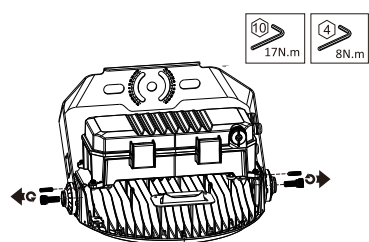

Fig. 28
1. Retirez les boulons du support à étrier de chaque côté (Fig. 28).